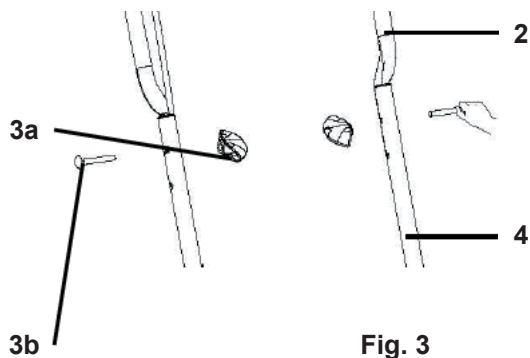

Fig. 3
1. Instale la barra superior del mango (2) en las barras inferiores del mango (4) y alinee los orificios de la barra superior con los de las barras inferiores (fig. 3).
2. Sujete la barra del mango superior (2) con los conjuntos de montaje (3) a las barras inferiores del mango (4), y apriete las perillas (3a) en sentido horario (fig. 3).